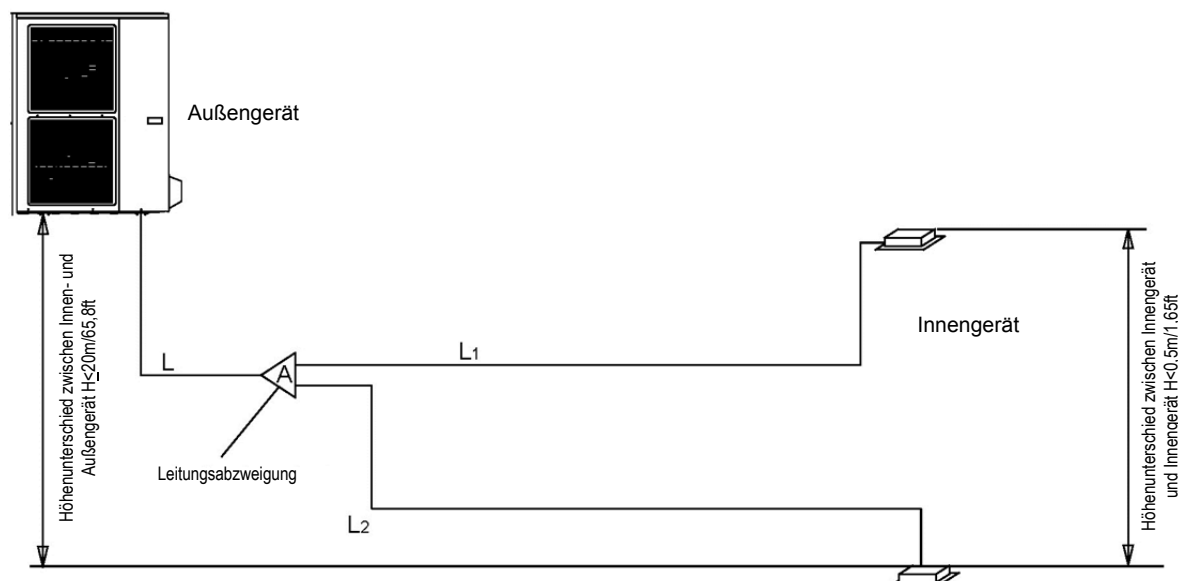

Abb. 8-1
- Lassen Sie die Luft ab (siehe Abbildung 8.1), nachdem Sie die Kältemittelleitung mit dem Innen- und dem Außengerät verbunden haben. Drehen Sie dann die Muttern an den Serviceventilen fest.